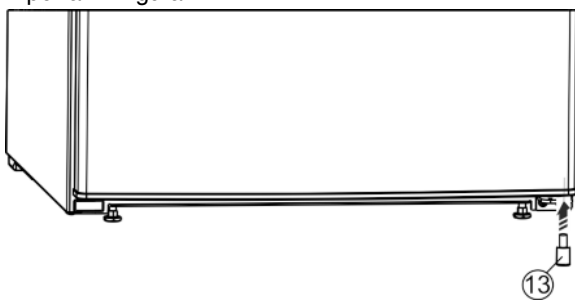

Fig. 6
- ▶ Reinscrivere il distanziatore Fig. 6 (13) a destra in basso nella porta in quanto risulta importante per la stabilità dell'apparecchio.